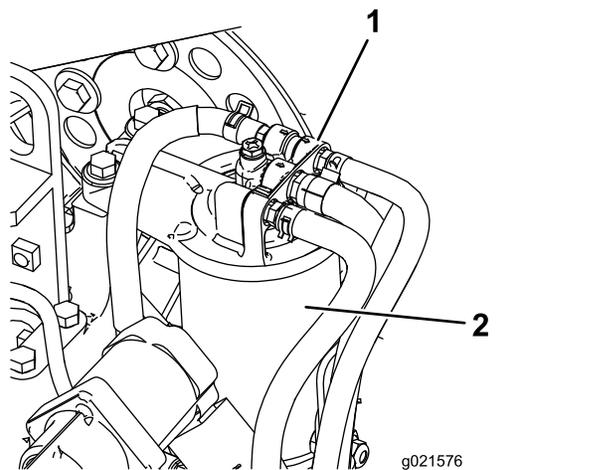

図 89
1. 燃料フィルタのヘッドの周囲をきれいに拭く(図 89)。
2. フィルタを外してフィルタヘッドの取り付け部をきれいに拭く(図 89)。